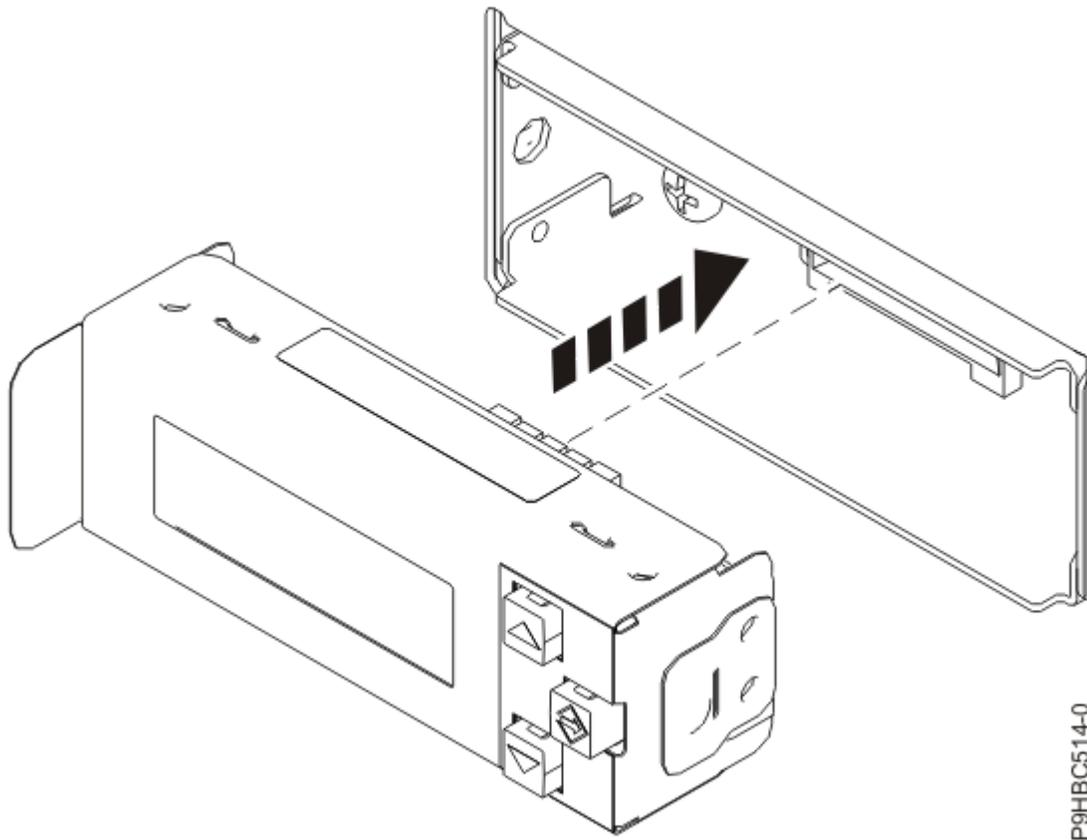

Figura 23. Inserir o ecrã do painel de controlo
3. Inserir o ecrã do painel de controlo ao o pressionar na caixa conforme apresentado em Figura 23 na página 25. Faz clique quando se encaixa.